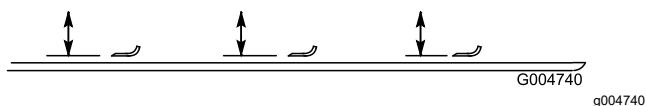

Рисунок 23
3. Поверните нож так, чтобы его концы были направлены вперед и назад, и измерьте расстояние между внутренней частью режущего блока и режущей кромкой в передней части ножа (**Рисунок 23**).